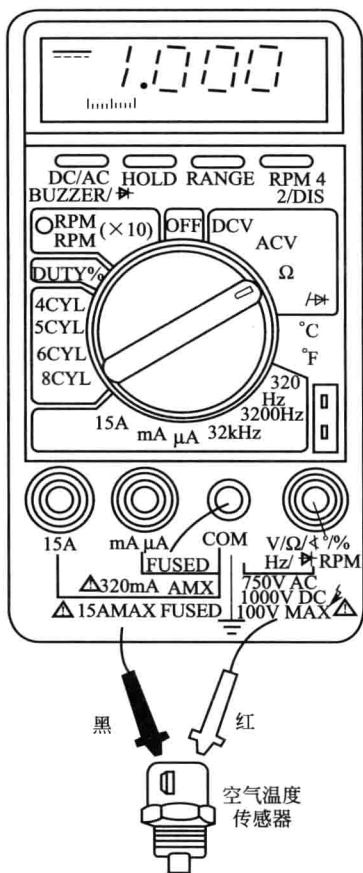

图 1-3 测量电阻
(1) 测量电阻 将万用表开关转到电阻 (Ω) 挡的适当位置并校零后,即可测量电阻值。测试前应将被测电路的电源切断,然后将表笔接至被测电阻两端,如图 1-3 所示。